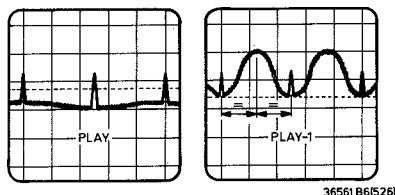

Fig. 2-2-17
- Wagenhöhe nun so einstellen, dass die Spannungsform am Oszilloskop möglichst flach ist. Es darf keine Einschnürung geben (Fig. 2-2-17).
- Nun mittels der Neigung der Wagen mit dem Exzenterschlüssel in den Löchern B (siehe Bild 16) das Spannungsbild am Oszilloskop dahin einstellen, dass die Amplitude bei Ein- und Auslauf der Spur in gleicher Höhe und die Spitze in der Mitte liegt, Fig. 2-2-17.